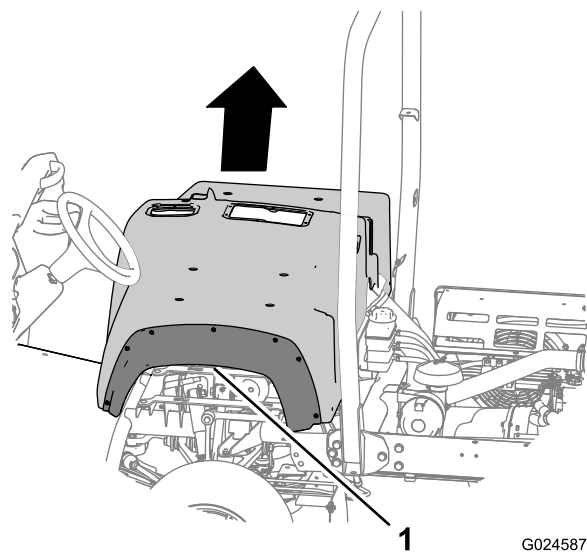

図 13
3. 運転台シュラウドを持ち上げて機体から取り外す 図 13。